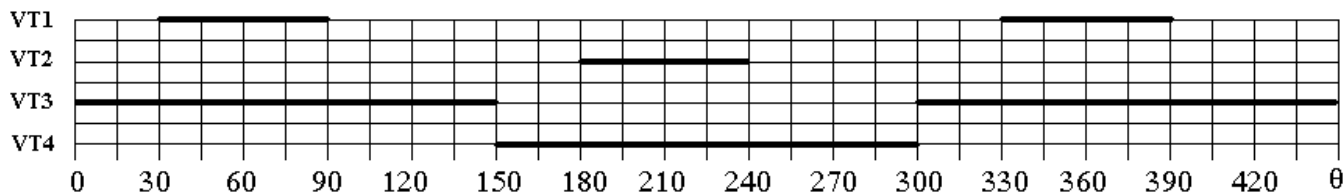
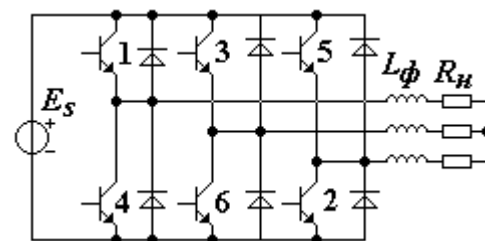

Рис.2
Рис.1
**Задание 3-2а** Дано:  $E_S=300$  В;  $R_H=5$  Ом;  $L_\phi=0,01$  Гн;  $f=100$  Гц. Для схемы рис.1, при включении транзисторов согласно рис.2: